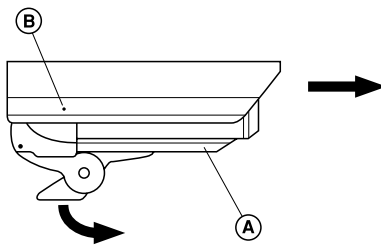

Fig. 2
3. Posizionare lo snodo perpendicolarmente alla custodia (Fig. 2).
4. Allentare la vite (A) e svitare le due viti (B) con chiave esagonale da 4mm. Per un miglior accesso alle viti (B) spingere in avanti il tettuccio (Fig. 2).